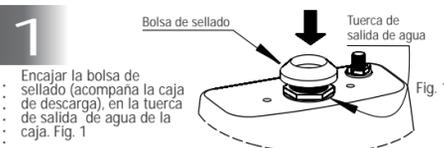

Fig. 1
1. Encajar la bolsa de sellado (acompaña la caja de descarga), en la tuerca de salida de agua de la caja. Fig. 1